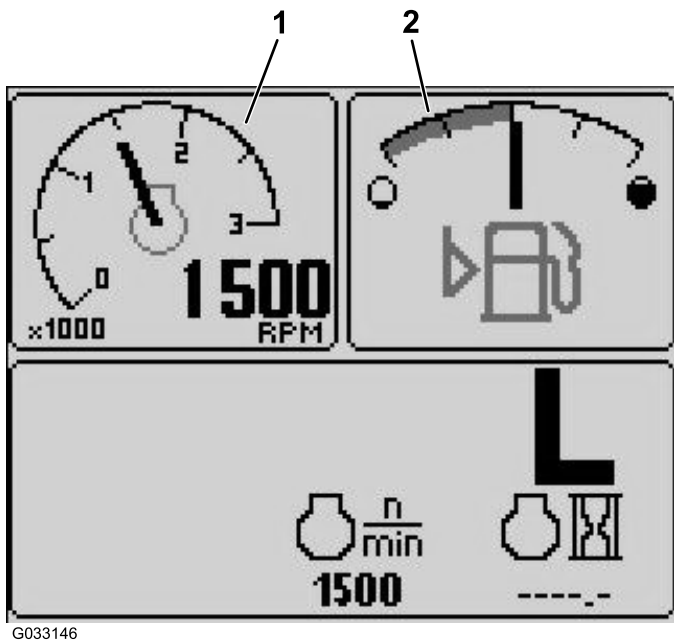

Figura 3
- Taquímetro— pantalla superior izquierda (Figura 3)
- Indicador del nivel de combustible — pantalla superior derecha (Figura 3)
Muestra el nivel de combustible que hay en el depósito (Figura 3).
Muestra la velocidad del motor en rpm (Figura 3).